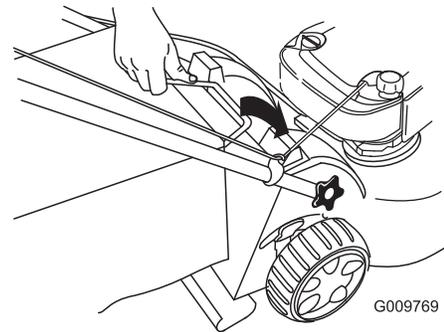

Figura 30
3. Inserite la maniglia del cesto di raccolta nelle scanalature presenti sulla parte superiore della tosaerba (Figura 30).